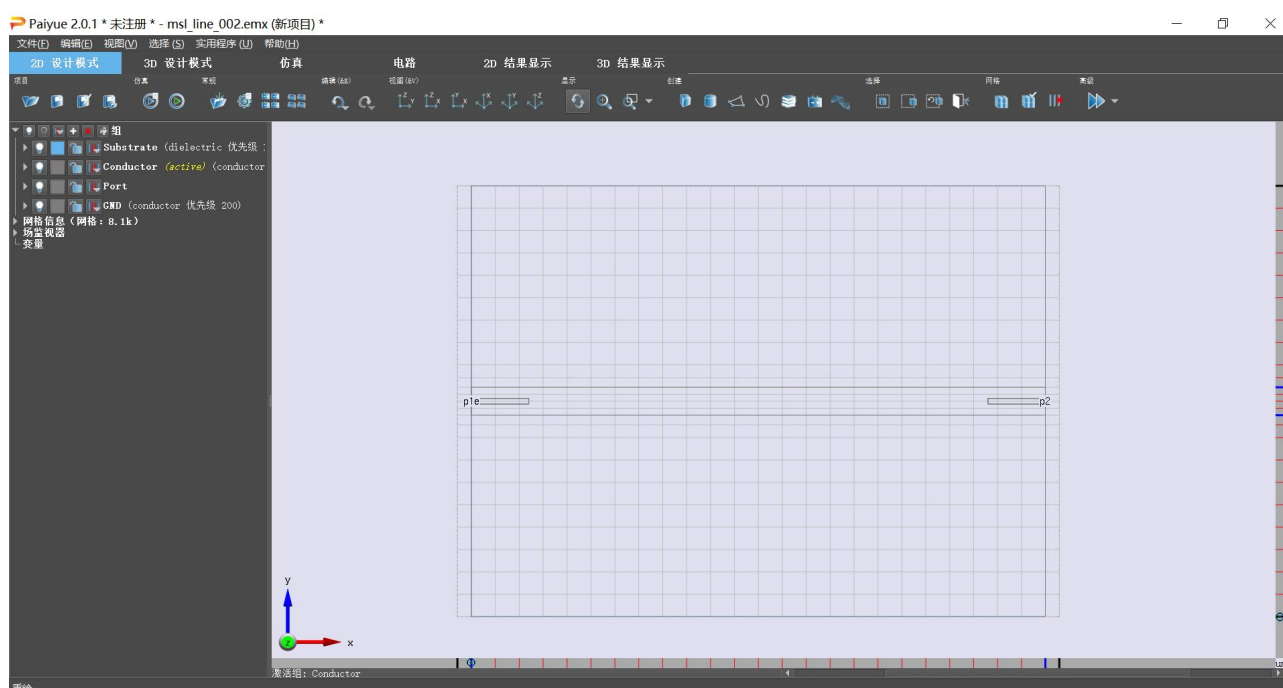

图 1.7 显示网格线（底部、右侧为网格边条）的 2D 设计模式窗口
- 视图-在绘图区域显示电磁场求解所需要对仿真对象进行剖分的YEE网格（见图1.7）